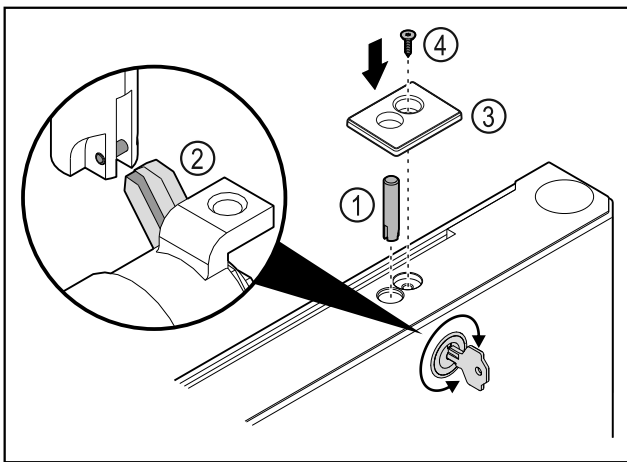

Fig. 41
- Insérer l'axe de la serrure Fig. 41 (1).
- Tourner légèrement la serrure afin que l'axe Fig. 41 (2) s'enclenche dans la fente de la serrure.
- Mettre en place le cache Fig. 41 (3).
- Insérer la vis Fig. 41 (4).